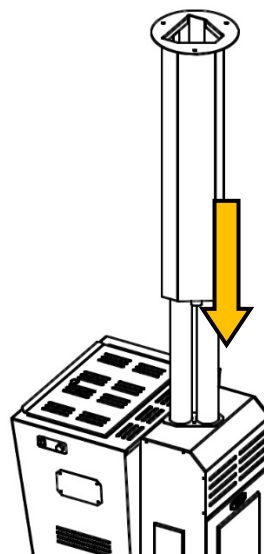

Fig. 3
- 2 Infilare la rete sui tubi e farla scorrere fino a farla appoggiare sul rivestimento (Fig. 3)